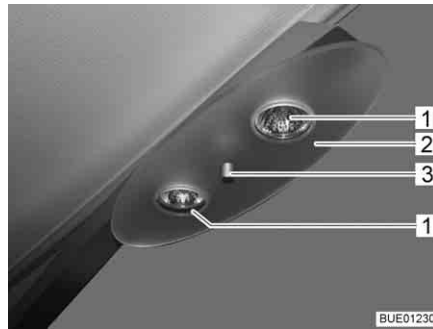

Fig. 201 Lampada alogena da soffitto
- Svitare il dado di arresto (Fig. 201,3) e rimuovere il piano di appoggio (Fig. 201,2).
- Rimuovere la lampada alogena ad incandescenza (Fig. 201,1).